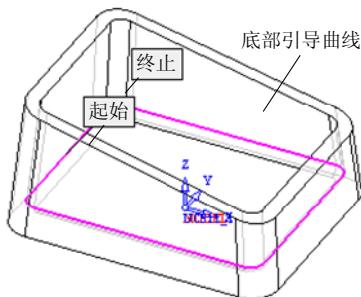

图 5-172 选择底部引导曲线 (2)
- 在“几何”框中单击“底部引导曲线”按钮，选择如图 5-172 所示的边线为底部引导曲线，然后单击鼠标中键确定，返回“侧刃铣控制面板”对话框。